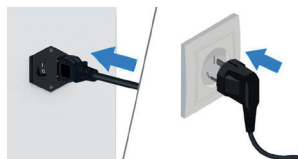

Figura 1
1. Inserire il cavo di alimentazione (Figura 1)